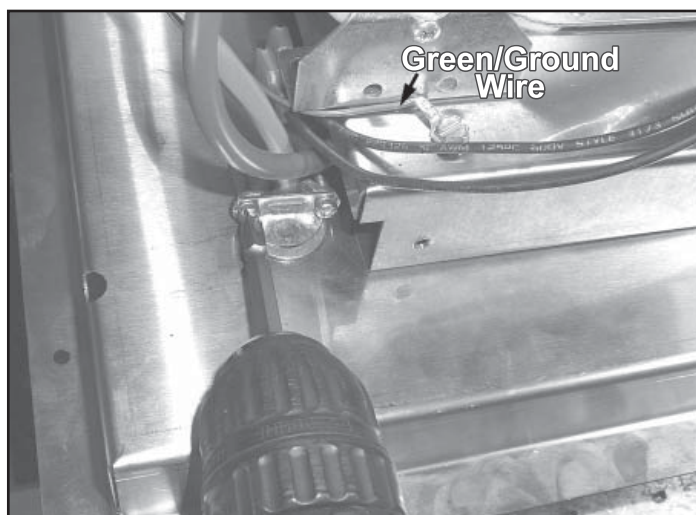
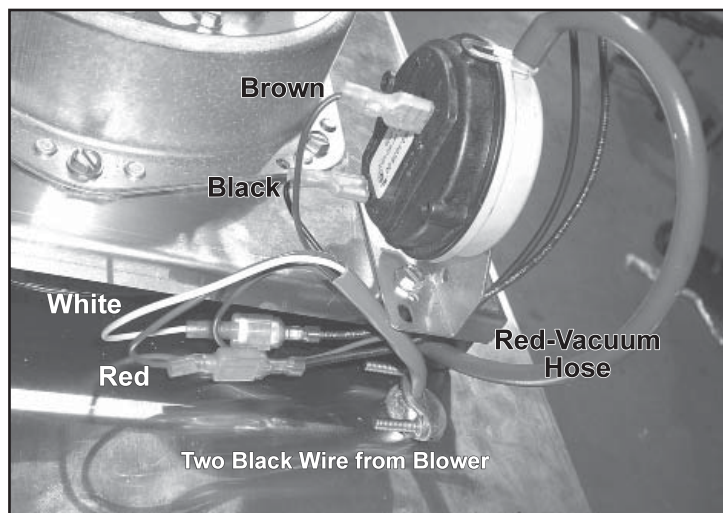
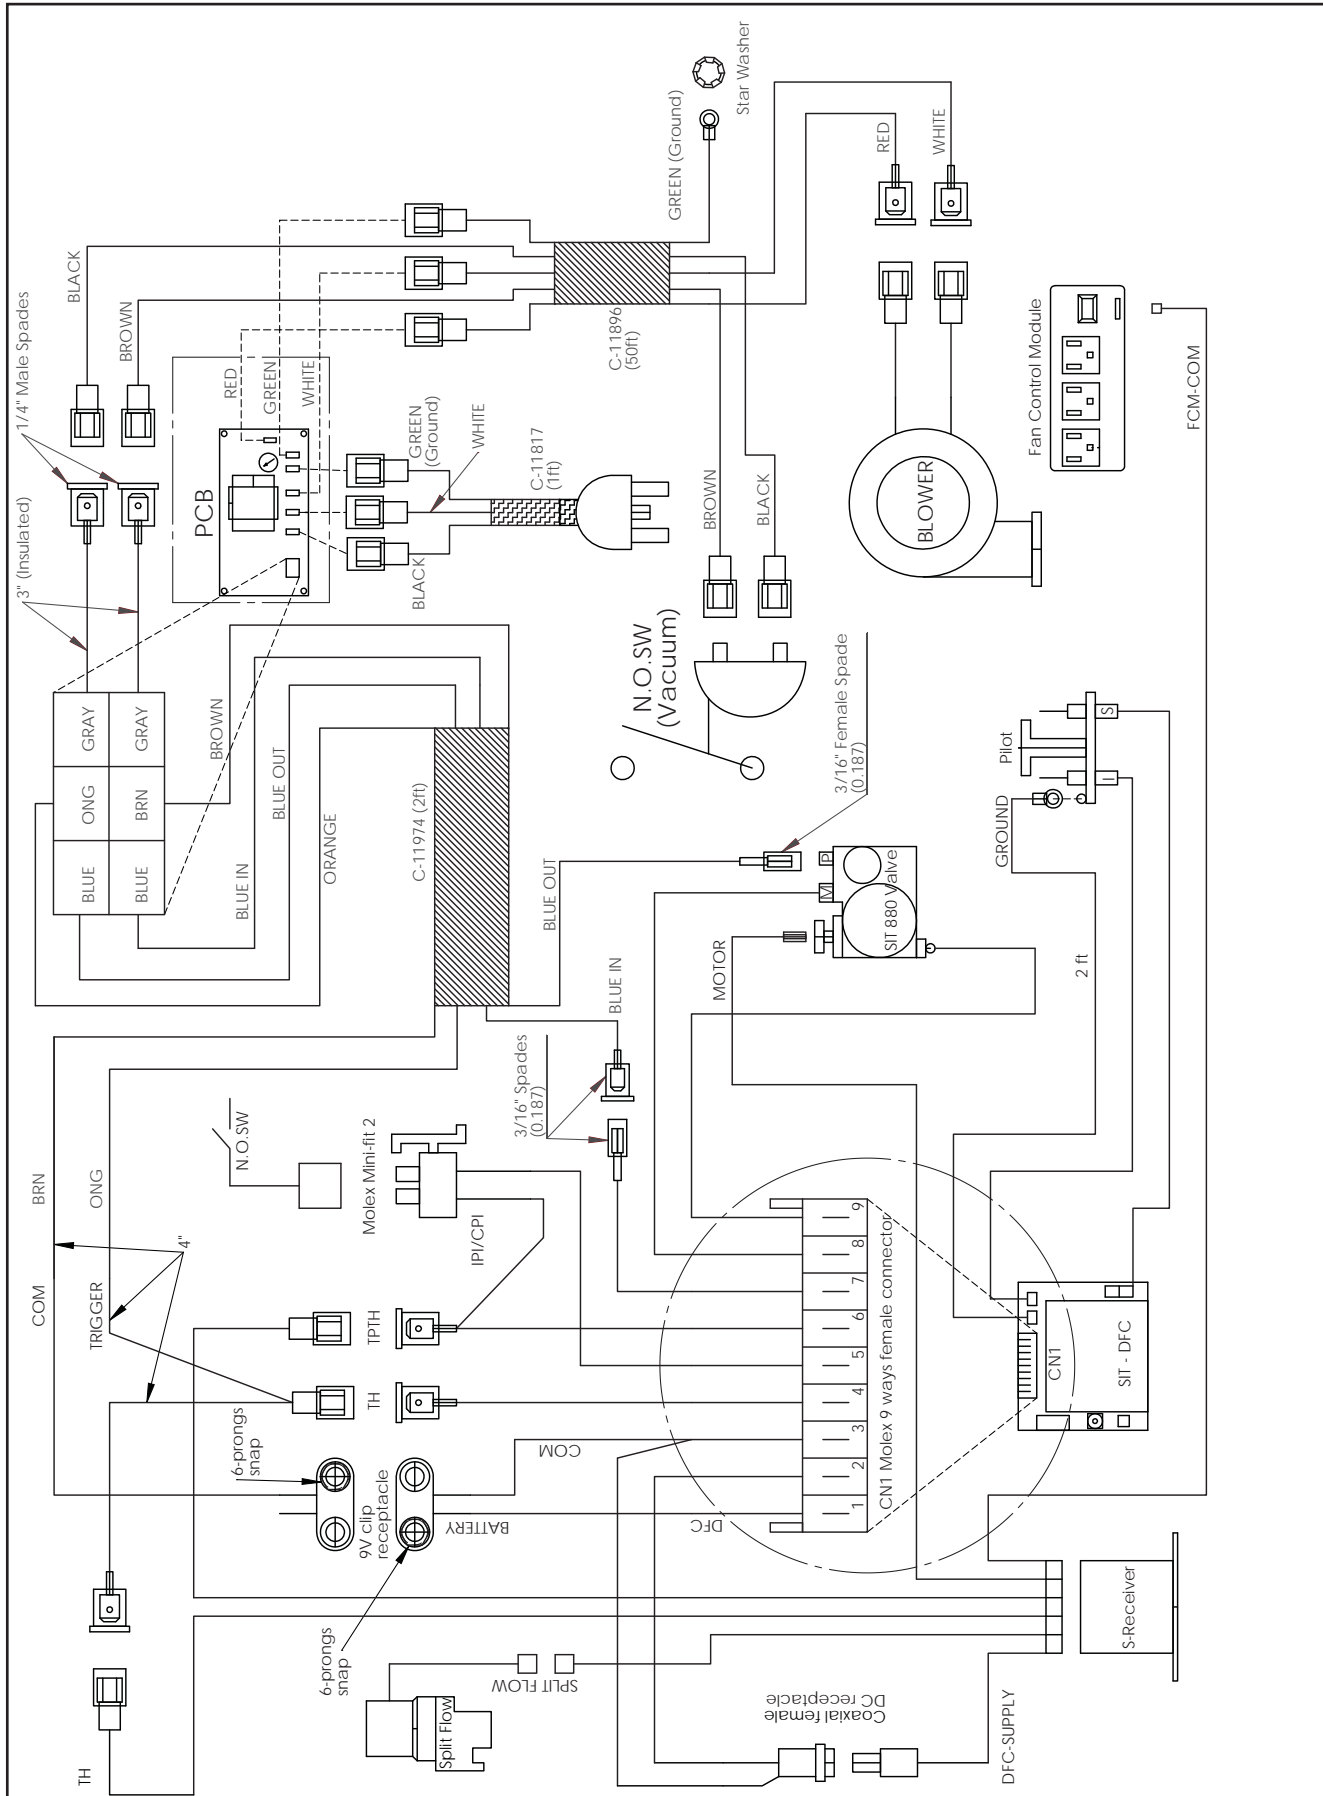

Figure 8: Fixez le cordon avec l'attache-fils.
Figure 9: Filage de l'interrupteur d'aspiration du ventilateur.
Figure 17: Diagramme schématique de filage.
11. Fixez le cordon à l'assemblage d'évent forcé avec le passe-fils, comme montré dans la figure 8.
12. Connectez les fils au ventilateur, à l'interrupteur d'aspiration et à la masse, en accord au diagramme de câblage dans la figure 17. Fixez le fil de masse vert, comme montré à la figure 8. Passez les fils, comme montré à la figure 9, afin de les prévenir d'être pincés.